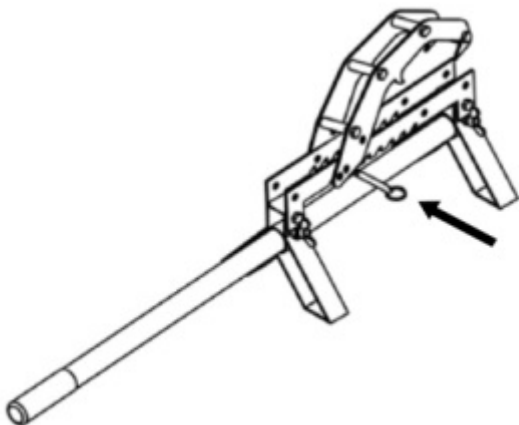

Figure 5
5. Ensuite, verrouillez l'assemblage du crochet dans le trou de l'assemblage du support de l'ensemble du support à l'aide d'une goupille à dégagement rapide (9,5x68mm). Les 2 trous d'emplacement sont optionnels en fonction de la situation réelle. Comme le montre la figure 5
8. Ensuite, verrouillez l'assemblage du crochet dans le trou de l'assemblage du support support à l'aide d'une goupille à dégagement rapide (9,5x68mm). Les 2 trous d'emplacement sont optionnels en fonction de la situation réelle. Comme indiqué sur la figure 5.